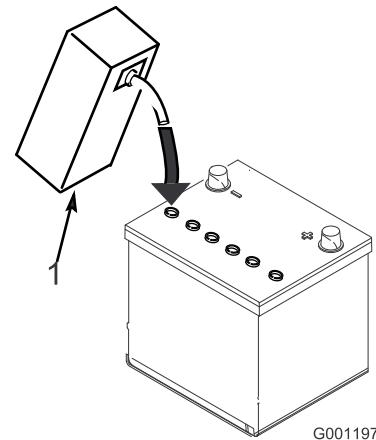

Figure 4
3. Versez de l'électrolyte avec précaution dans chaque élément jusqu'à ce que les plaques soient recouvertes par environ 6 mm (1/4 po) de liquide (Figure 4).
5. Faites l'appoint au besoin pour faire monter le niveau de liquide à environ 6 mm (1/4 po) en dessous du creux de remplissage (Figure 4).